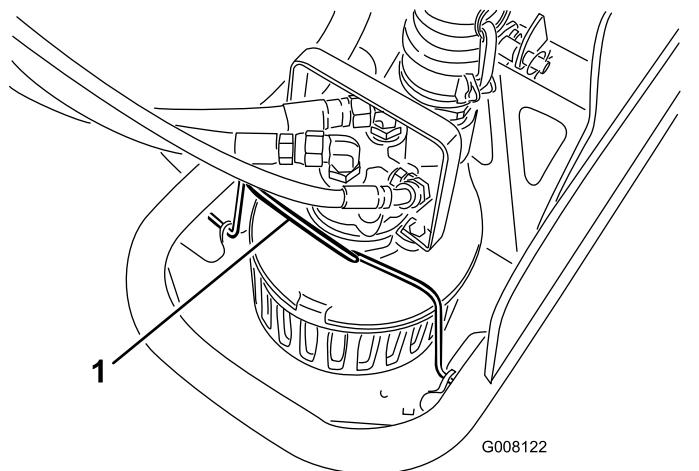

図 14
4. ポンプ・クランプを前に倒す**図 14。**
14. ポンプ・クランプを後ろへ倒す 図 14。